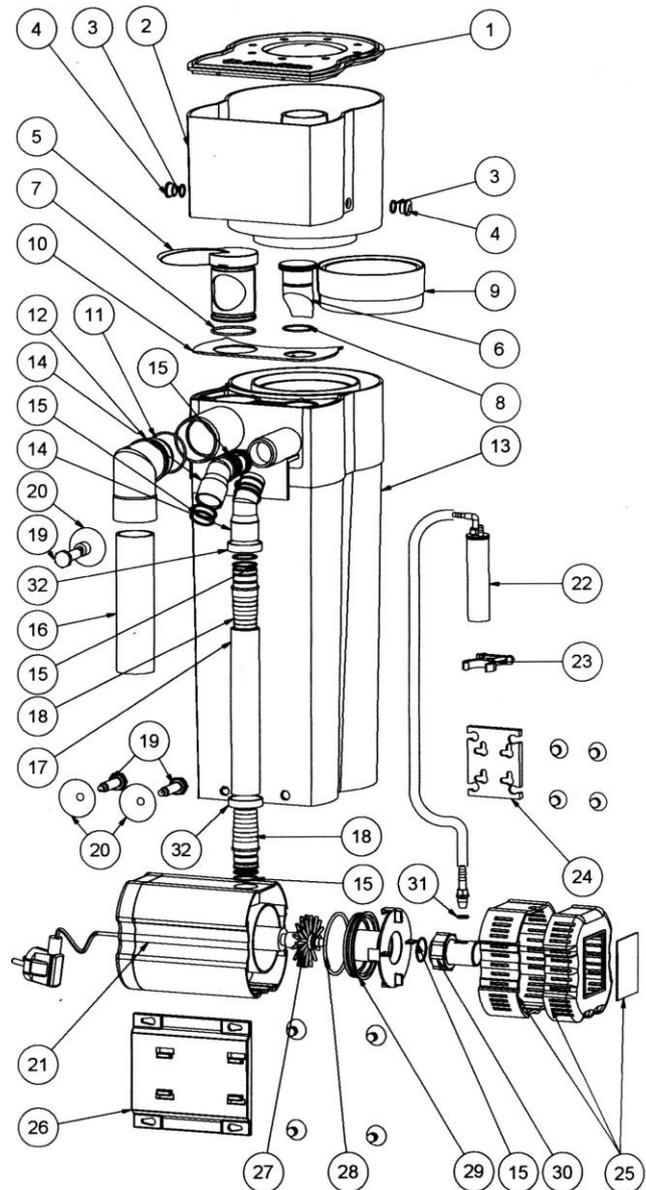

Fig. 1: Turboflotor Blue 3000
Monte las partes necesarias del skimmer, (vea fig. 1). Ahora se puede montar en la estructura del acuario. Elija un lugar protegido al que sea fácil acceder - en el lateral de la parte posterior. La bomba venturi (21) se conecta al tubo de presión (17). La longitud del tubo flexible deberá ser tan corto como sea posible. La bomba debe montarse justo debajo del nivel del agua. Si fuera colocada a mayor profundidad la absorción de aire disminuye. Junto a la toma de aire (30) se conecta un tubo de 6 mm que se lleva a la superficie de esta manera puede absorber aire. Recomendamos utilizar un tubo largo para reducir el ruido de succión. De cualquier forma tengan cuidado de situar el extremo de este tubo siempre encima del nivel del agua (22).